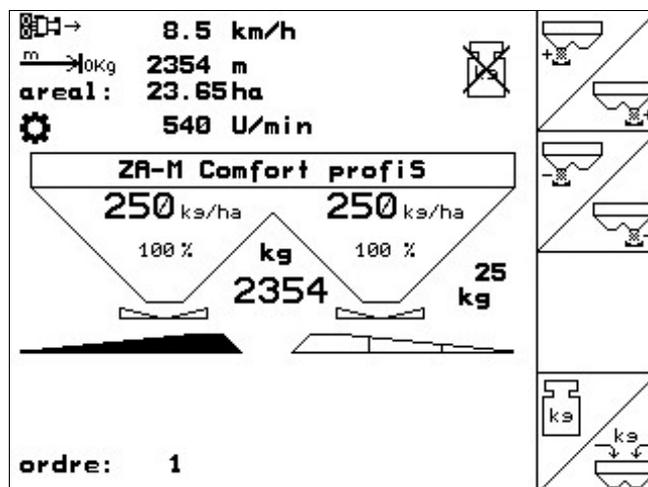

Fig. 6
- Under markarbejdet viser **arbejdsmenuen** (Fig. 6) alle nødvendige arbejdsdata. I denne menu betjenes gødningssprederen, mens markarbejdet er i gang.